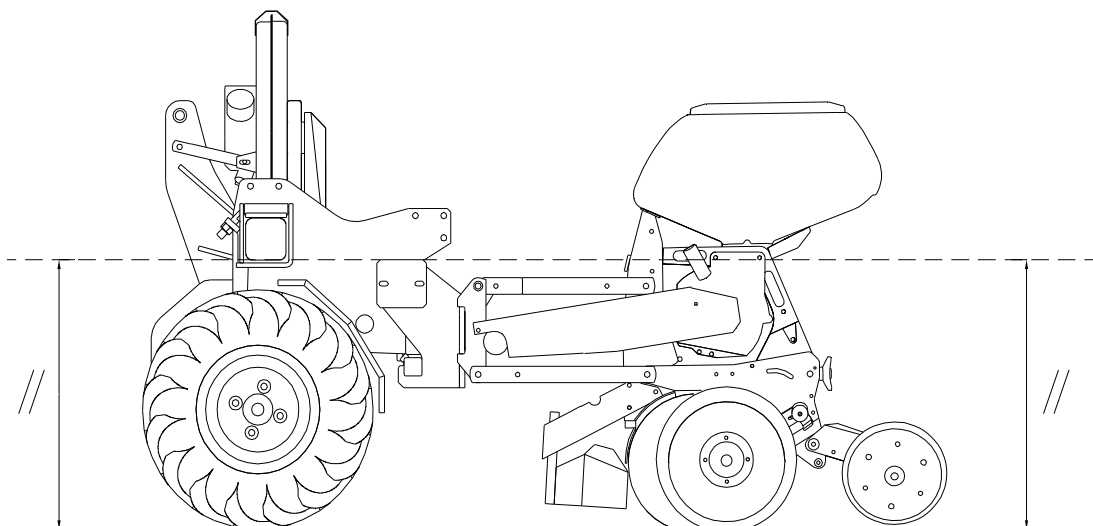

Fig. 4
- Aplomb : ajuster la longueur du tirant 3^{ème} point pour que, semoir posé au sol, la face supérieure du tube de châssis soit parallèle au sol (fig. 4).